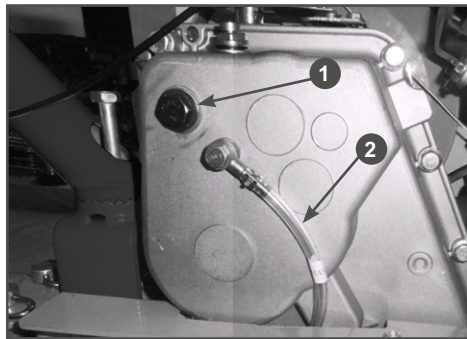

Рис. 23 Заправка масла в коробку передач
3. Открутите пробку 1 маслозаливного отверстия (Рис.23).
7. Контролируйте уровень масла в коробке передач с помощью специальной трубки 2 (Рис. 23). Уровень масла в коробке передач должен быть по верхней метку «MAX» на трубке. Долейте масло до требуемого уровня.